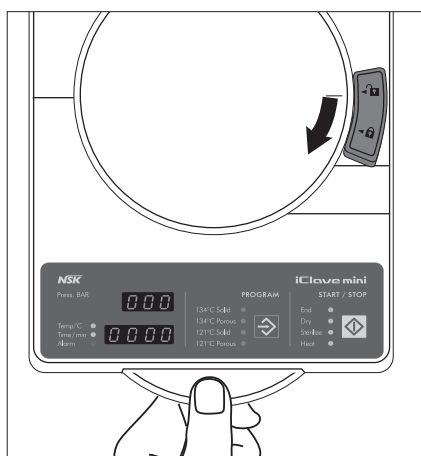

図 14
- 4) ドアハンドルノブを手前に引き“”の位置にします。（図 14）